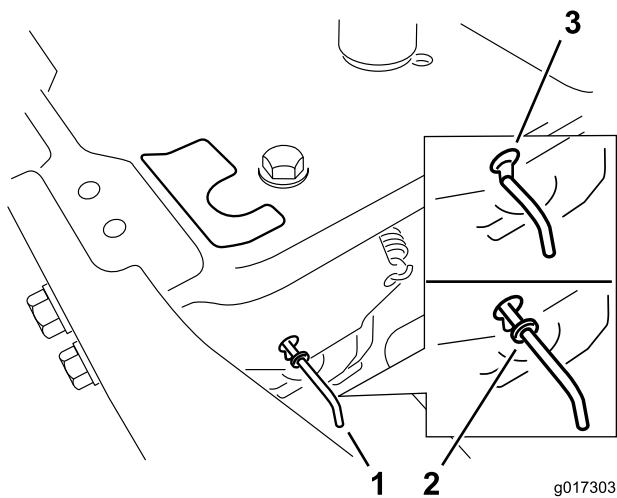

Figura 25
4. Mueva las palancas de desvío hacia adelante a través del orificio y hacia abajo para bloquearlas en esa posición, según se muestra en Figura 25. Asegúrese de hacer lo mismo con cada palanca.
Mueva las palancas de desvío hacia atrás a través del orificio y hacia abajo para bloquearlas en esa posición, según se muestra en Figura 25. Asegúrese de hacer lo mismo con cada palanca.